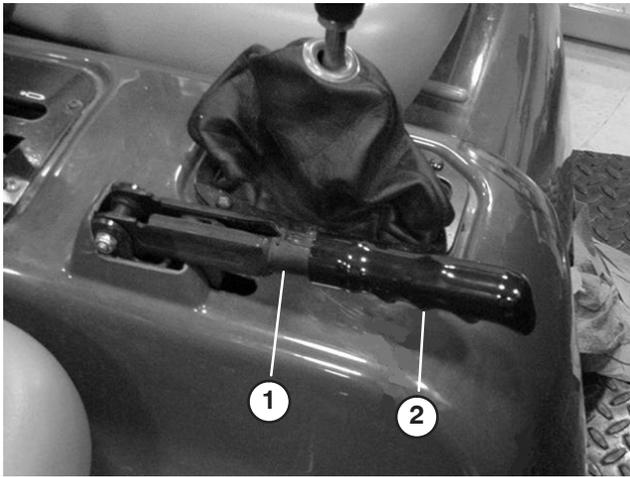

Bild 63
1. Nehmen Sie den Gummigriff vom Feststellbremshebel ab (Bild 63)